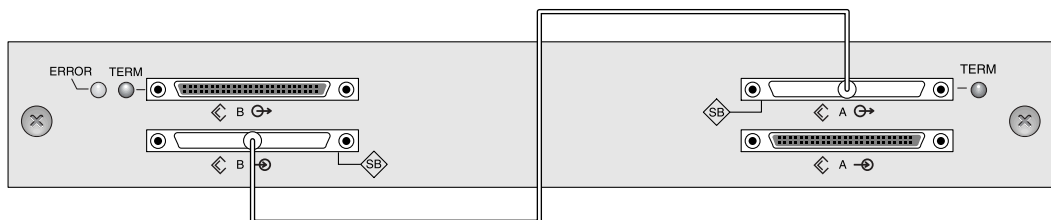

FIGURE 4-15 Câblage d'une unité d'expansion simple bus
2. Pour configurer une unité d'expansion en une configuration simple bus, connectez le câble de raccordement SCSI entre les ports SCSI (ports en bas à gauche et en haut à droite) comme le montre la FIGURE 4-15. Serrez les vis de la prise du câble en effectuant six tours dans le sens des aiguilles d'une montre pour une bonne connexion et un bon fonctionnement.